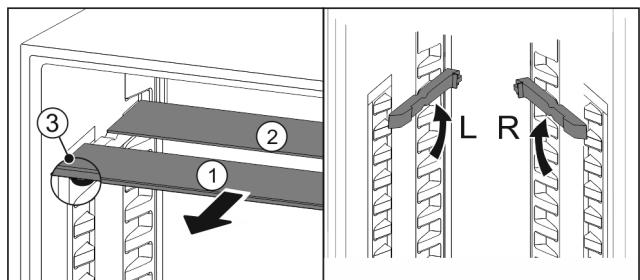

Fig. 58
- ▶ По одной извлеките Fig. 58 (1) стеклянные панели движением вперед.
- ▷ Стеклянная панель Fig. 58 (1) с декоративной планкой лежит спереди.
- ▷ Стопоры Fig. 58 (3) показывают вниз.